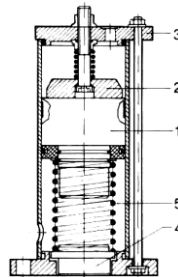

Bild 1
På bild 1 visas uppbyggnaden av slagdonet. Den permanentmagnetiska slagkolven (1) fastnar i ändläget mot ankarplattan (2) ända tills den genom locket (3) inkommande tryckluften övervinner magnetkraften. Slagkolven lösgöres nu och accelererar starkt mot slagbulten (4) som träffas med en hastighet av 6-7 m/s och överför slagenergin till siloväggen. Då magnetventilen står i avluftningsläge återställer fjädern (5) kolven till utgångsläget.